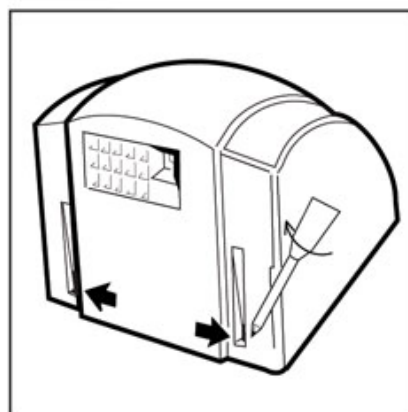

Рисунок 6
- 4) Установите крышку в исходное положение и завинтите крепежные винты (рис. 6).